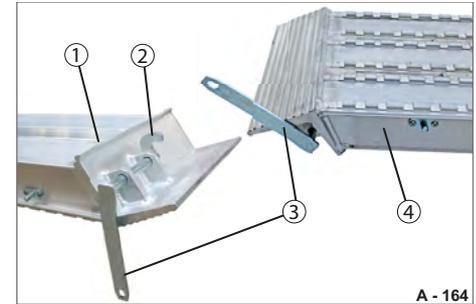

Abb. 175 Sicherungshebel geöffnet
- ▶ Prüfen Sie, dass der Sicherungshebel (Abb. 175/3) und Sicherungshaken (Abb. 175/2) nicht deformiert sind.
► Säubern Sie ggf. die Ladeflächenkante (Abb. 176/1) und den Sicherungshaken (Abb. 175/2) von Verunreinigungen.